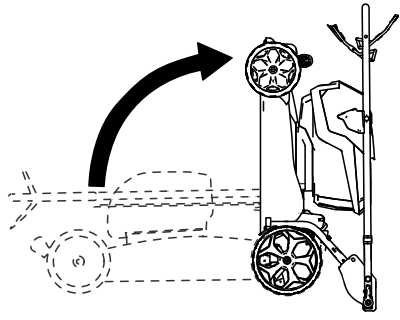

Figure 20
5. Rabattez le guidon complètement en avant, comme montré à la Figure 20.
6. Soulevez l'avant de la machine par le guidon et amenez-la jusqu'au lieu de rangement (Figure 20).